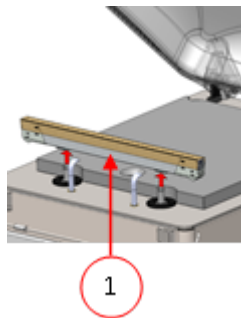

Figura 25: Extracción de la barra de sellado (tapa de plástico)
En máquinas con una tapa de plástico, las barras de sellado están montadas en los cilindros (*Figura 25: Extracción de la barra de sellado (tapa de plástico)* en la página 70). En máquinas
1. Levante la barra de sellado de los cilindros para extraerla. Consulte *Figura 25: Extracción de la barra de sellado (tapa de plástico)* en la página 70.
Tapa de plástico Levante la barra de sellado de los cilindros. Consulte *Figura 25: Extracción de la barra de sellado (tapa de plástico)* en la página 70.